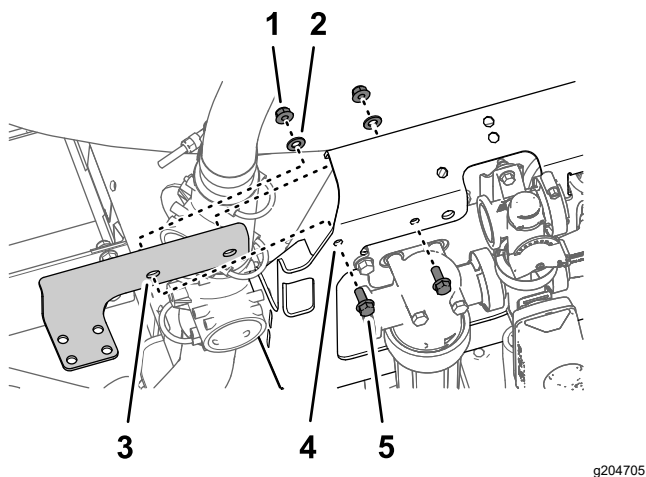

图 6
1. 使用 4 个凸缘头螺栓 5/16 x 3/4 英寸、4 个凸缘锁紧螺母 5/16 英寸和 4 个垫圈 5/16 英寸将阀安装座支架组装到阀门支架前部图 6。